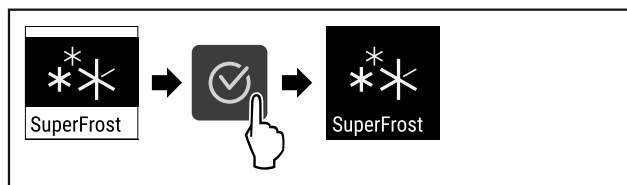

Fig. 93
- Eseguire i passi (vedere Fig. 93).